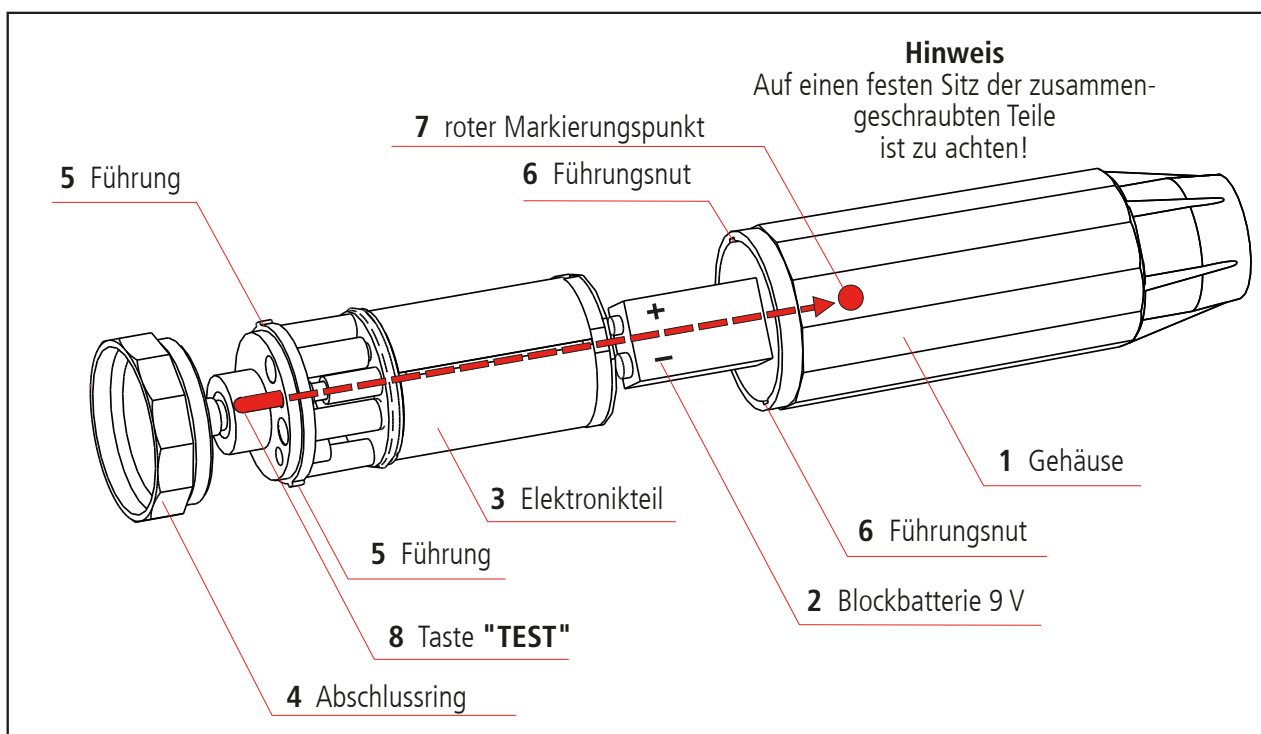

Fig. 9
9.1 Durch Linksdrehung des Abschlussrings **(4)** am unteren Ende des Anzeigergerätes ist das Gehäuse **(1)** zu öffnen (die Isolierstange muss dazu nicht abgeschraubt werden) (siehe Fig. 9).
9.2 Danach kann der Elektronikteil **(3)** aus dem Gehäuse gezogen werden (siehe Fig. 9).
Batteriewechsel (siehe Fig. 9):